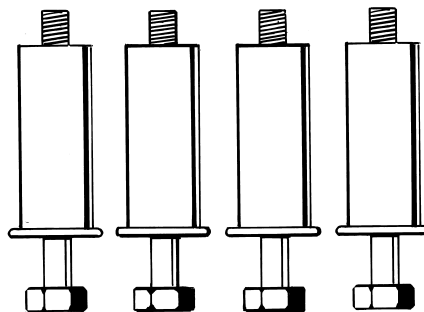

Fig. 1
**Prima della messa in funzione della lavatrice, togliere obbligatoriamente lo staffaggio di sicurezza per il trasporto (Fig. 1).**